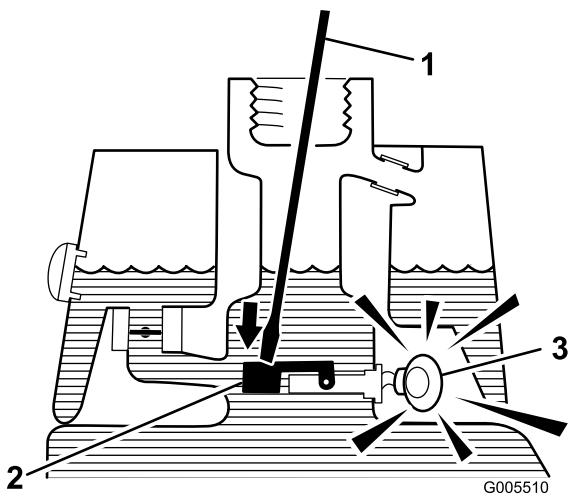

図 31
3. 汚れのない棒やドライバを差し込んで、フロートを軽く押さえてやる図 31。秒後にアラームが鳴れば正常である。